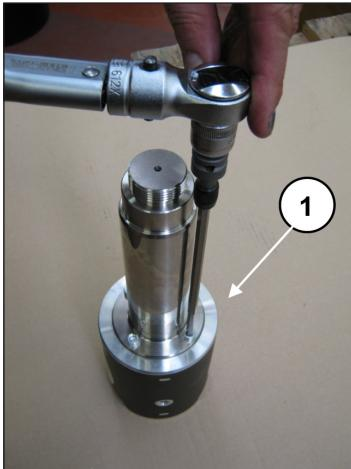

Fig. 46
Para separar a haste da guia do pistão, é necessário soltar os parafusos do cabeçote cilíndrico M6 com a chave apropriada (pos. ①, Fig. 46).